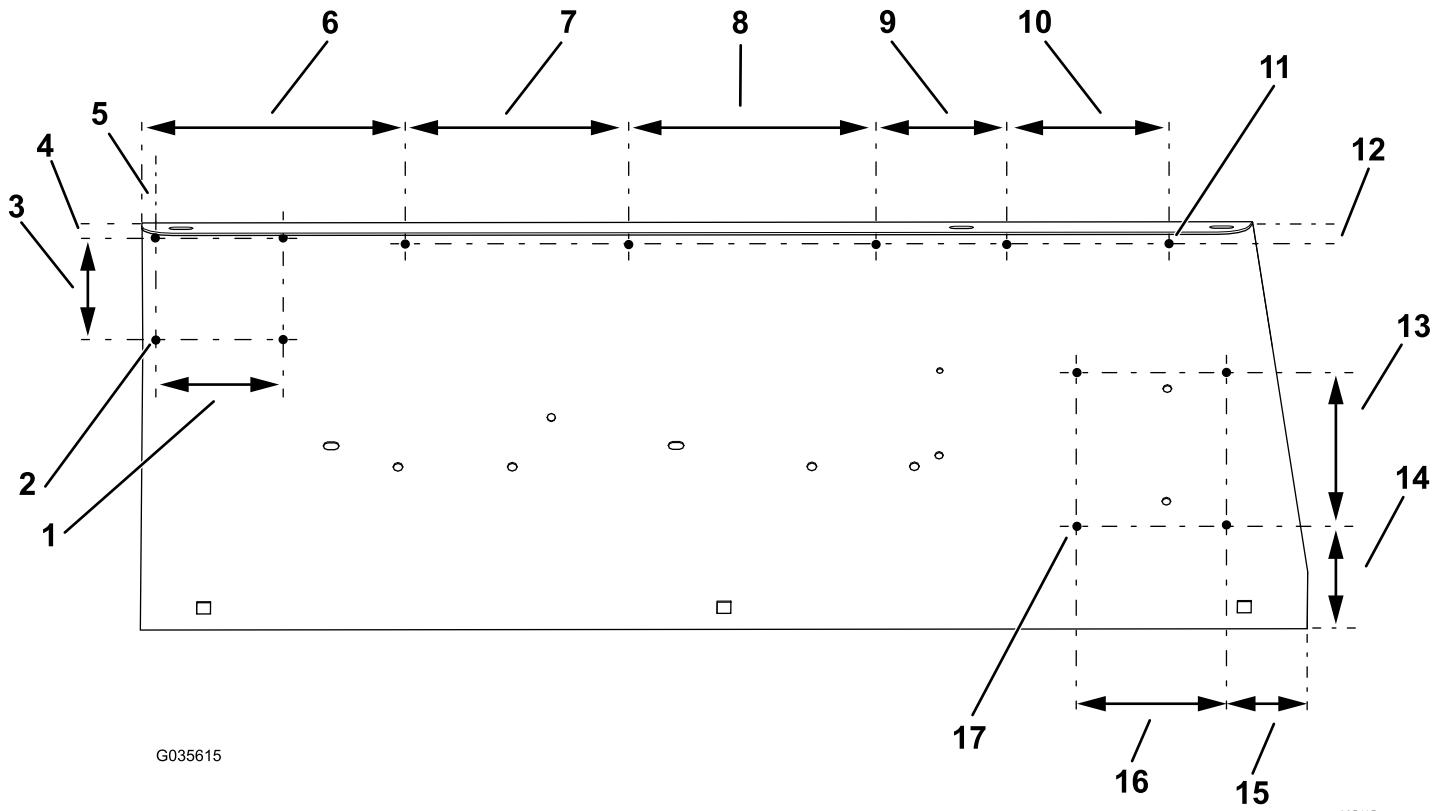

Figura 4
- Praticate 13 fori nella protezione del paraurti; fate riferimento a Figura 4 per le posizioni corrette e il diametro dei fori.
Nota: Non praticate il foro n. 11 nella Figura 4 di dimensioni eccessive, dal momento che altrimenti il cablaggio preassemblato non potrà essere supportato con i fermi in dotazione.